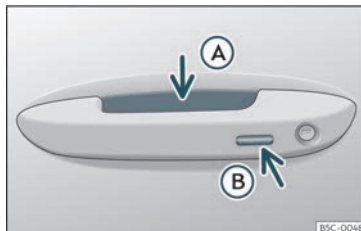

Fig. 81 Maniglia della porta: superfici sensibili
>>> fig. 81
- Impugnare la maniglia di una delle porte anteriori. Facendolo si tocca la superficie sensibile >>> fig. 81 A (freccia) della maniglia e si sblocca il veicolo.
- Toccare *una volta* la superficie sensibile di blocco >>> fig. 81 B (freccia) della maniglia di una delle porte anteriori. La porta della maniglia azionata dovrà essere chiusa.
- Toccare *una volta* la superficie sensibile >>> fig. 81 B (freccia) della maniglia di una delle porte anteriori. Il veicolo si blocca grazie al sistema di sicurezza "Safe" >>> pag. 108. La porta della maniglia azionata dovrà essere chiusa.
- Toccare *due volte* la superficie sensibile >>> fig. 81 B (freccia) della maniglia di una delle porte anteriori per bloccare il veicolo senza attivare il sistema di sicurezza "Safe" >>> pag. 108.
- Premere il pulsante di chiusura  del telecomando e, entro i 5 secondi successivi, toccare una volta la superficie sensibile di blocco della maniglia della porta del conducente >>> **fig. 81** . Non afferrare la maniglia della porta, altrimenti il veicolo non si bloccherà. È
Per **chiudere con la funzione comfort** tutti i finestrini elettrici e il tettuccio di vetro, mantenere un dito per alcuni secondi sulla superficie sensibile di blocco >>> **fig. 81**  (freccia) della maniglia della porta finché non si saranno chiusi i finestrini e il tettuccio.
Le superfici sensibili delle maniglie delle porte potrebbero essere attivate da un getto d'acqua o vapore a forte pressione nel caso in cui vicino al veicolo vi sia una chiave valida. Se almeno uno dei finestrini dotati di alzacristalli elettrico è aperto e si attiva in modo permanente la superficie sensibile >>> fig. 81  (freccia) di una delle maniglie, si chiuderanno tutti i finestrini.
• **OPPURE:** toccare *due volte* la superficie sensibile situata sulla parte esterna della maniglia della porta »» fig. 81 (B).